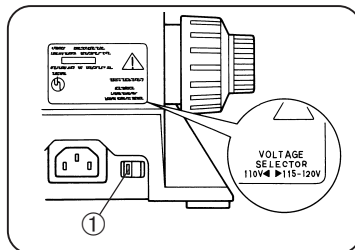

Fig. 1
(Fig. 1 & 2)
1. Utilizzando un cacciavite, posizionare il selettore del voltaggio ① posto sul retro del microscopio in accordo alla tensione locale (Fig. 1).